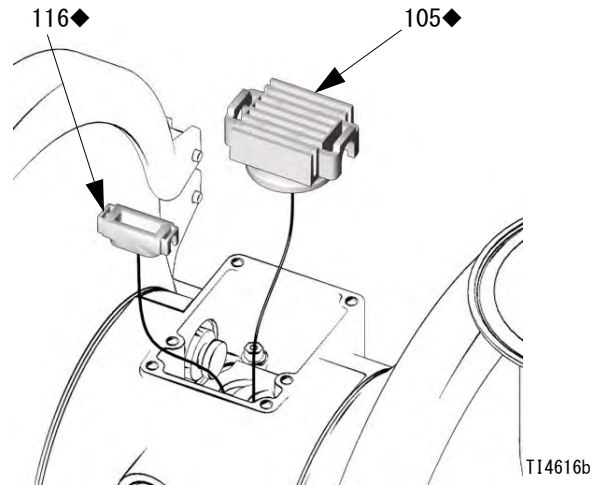

図 7
3. バルブキャリッジ (105) をセンター位置に移動し、キャビティから引き抜きます。ニードルノーズプライヤーで、パイロットブロック (116) をキャビティからまっすぐ引き抜きます。図 7 を参照のこと。